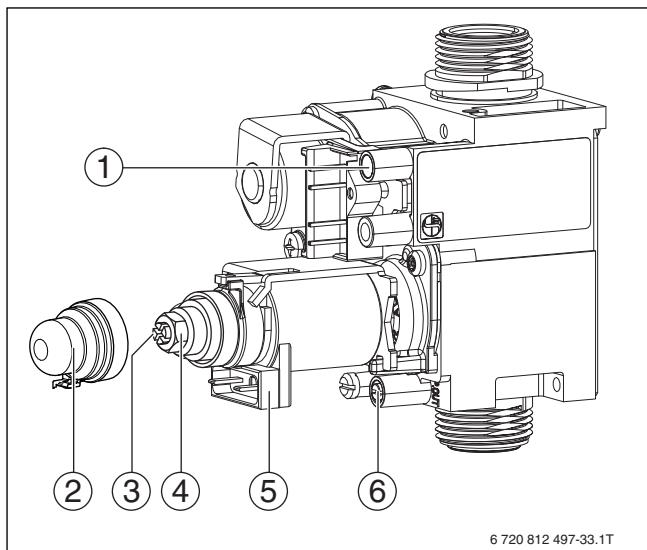

Рис. 26 Газовая арматура
- ▶ Отверните запорный винт штуцера измерения давления на форсунках (→ рис. 26, [1]) и подсоедините U-образный манометр.
- ▶ Снимите крышку (→ рис. 26, [3]).
Установите давление на форсунках регулировочным винтом максимального расхода газа (→ рис. 26, [5]) (при этом удерживайте регулировочный винт минимального расхода газа). Поворот направо - больше газа, поворот налево - меньше газа.
- ▶ Отсоедините один из проводов катушки модуляции (→ рис. 26, [2]).
- ▶ Настройка минимального давления на форсунках. Установите давление на форсунках регулировочным винтом минимального расхода газа (→ рис. 26, [4]) (при этом удерживайте регулировочный винт максимального расхода газа).